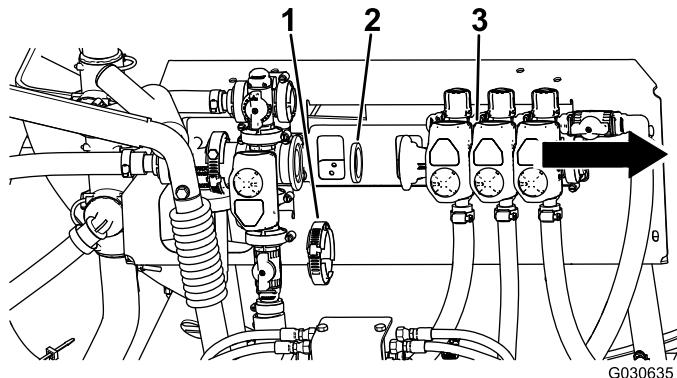

Figure 5
- Éloignez le bloc de vannes de rampes de la vanne KZ avec précaution (Figure 5).
- Déposez le joint existant du corps de vanne (Figure 5).